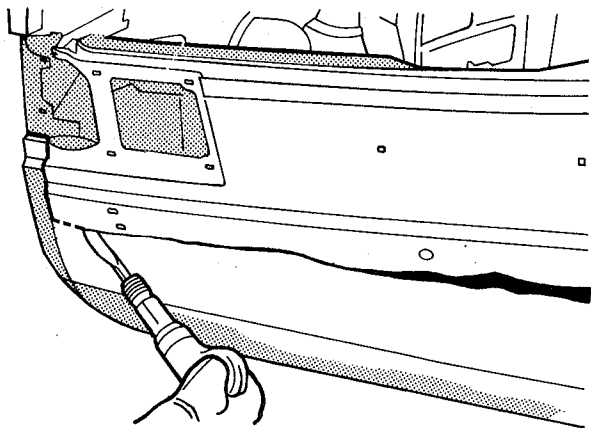

fig. 169
8. Com uma talhadeira pneumática cortar o painel, ao longo da linha de corte, nas uniões com os painéis laterais, assoalho, colunas e longarinas traseiras (fig. 169)